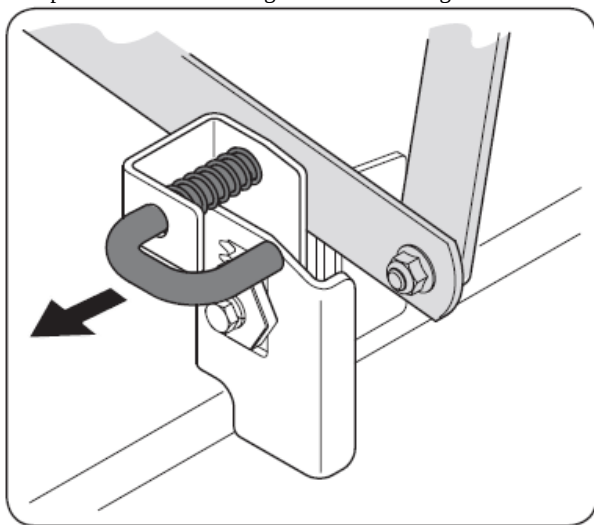

Figure 7-4
8. Tirez la goupille de soutien du plateau vers le haut pour relâcher le plateau du bras de levage. Consultez la Fig. 7-4.